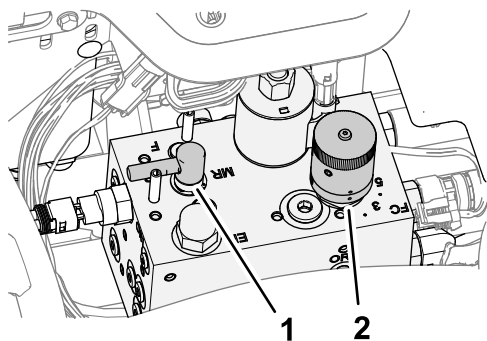

Figura 95
3. Deplasați maneta pentru ascuire în poziția F (de cosit) (Figura 95).